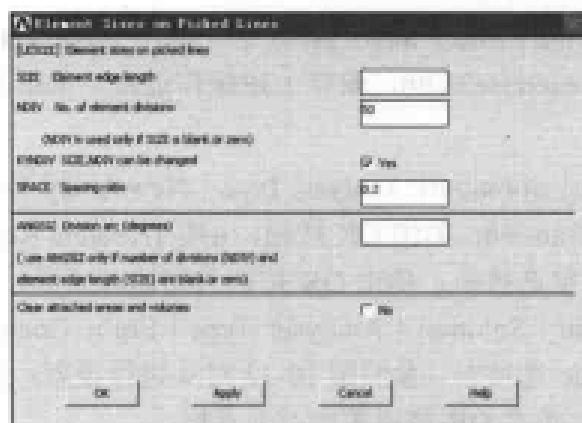

图 10-30 设置单元个数对话框
(2) 选择 Utility Menu | PlotCtrls | Numbering 命令, 出现 Plot Numbering Controls 对话框, 选择 LINE Line numbers 选项, 使其状态从 Off 变为 On, 其余选项均采用默认设置, 单击 OK 按钮关闭该对话框。
(3) 选择 Main Menu | Preprocessor | Meshing | Size Cntrls | ManualSize | Lines | Picked Lines 命令, 出现 Element Size on 菜单, 在文本框中输入 1, 单击 OK 按钮, 出现 Element Sizes on Picked Lines 对话框, 在 NDIV No. of element divisions 文本框中输入单元个数 50, 在 SPACE Spacing ratio 文本框中输入 0.2, 如图 10-30 所示, 单击 OK 按钮关闭该对话框。